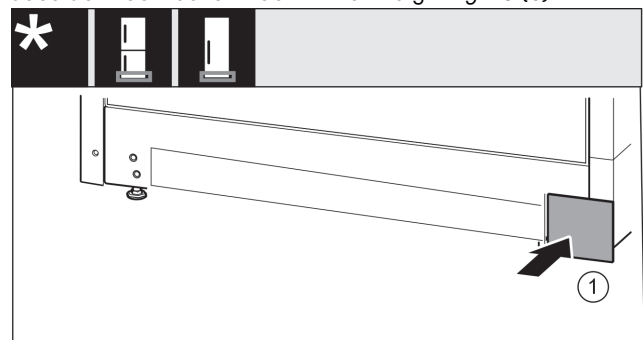

Fig. 19
- Abdeckung auf der anderen Seite wieder aufsetzen. Fig. 19 (1)